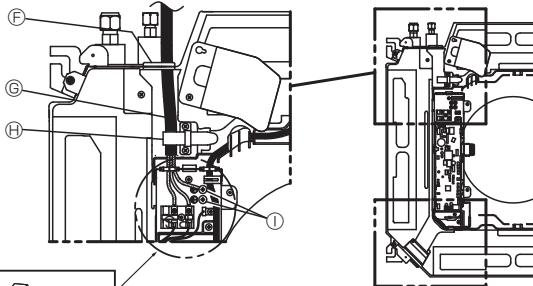

Fig. 5-4
5. Conecte firmemente los cables a las placas de terminales. (Fig. 5-4, 5-5)
6. Fije el cable de alimentación con la cinta de sujeción de cables de la unidad. (Fig. 5-4)
- (A) Panel de servicio del cableado eléctrico
- (B) Tornillo
- (C) Cubierta de la caja eléctrica
- (D) Gancho para colgar la cubierta de la caja eléctrica temporalmente
- (E) Dirección de deslizamiento de la cubierta de la caja eléctrica
- (F) Entrada de cables (cable de alimentación)
- (G) Cable de alimentación
- (H) Asegurar con la cinta de sujeción de cables